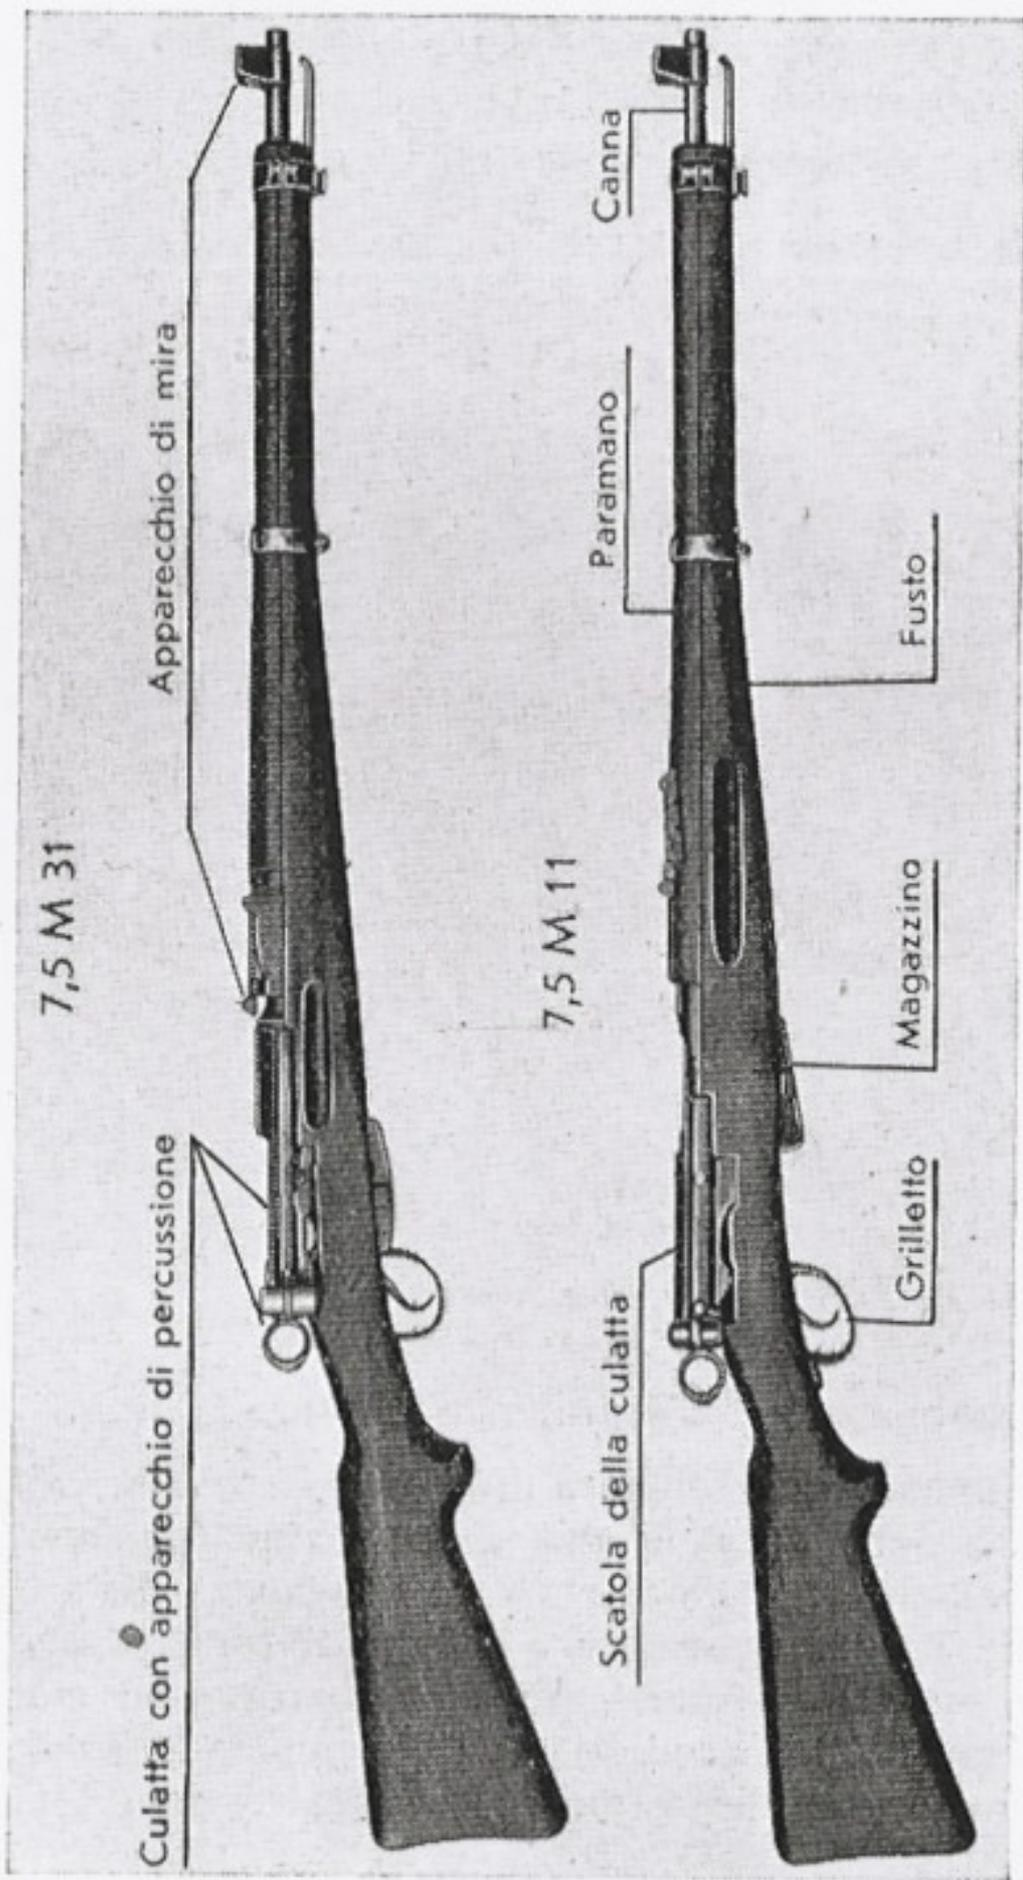

Fig. 1.
**1.** La nostra fanteria è armata del **moschetto mod. 1911** (7,5 M. 11) e del **moschetto mod. 1931** (7,5 M. 31) (fig. 1).